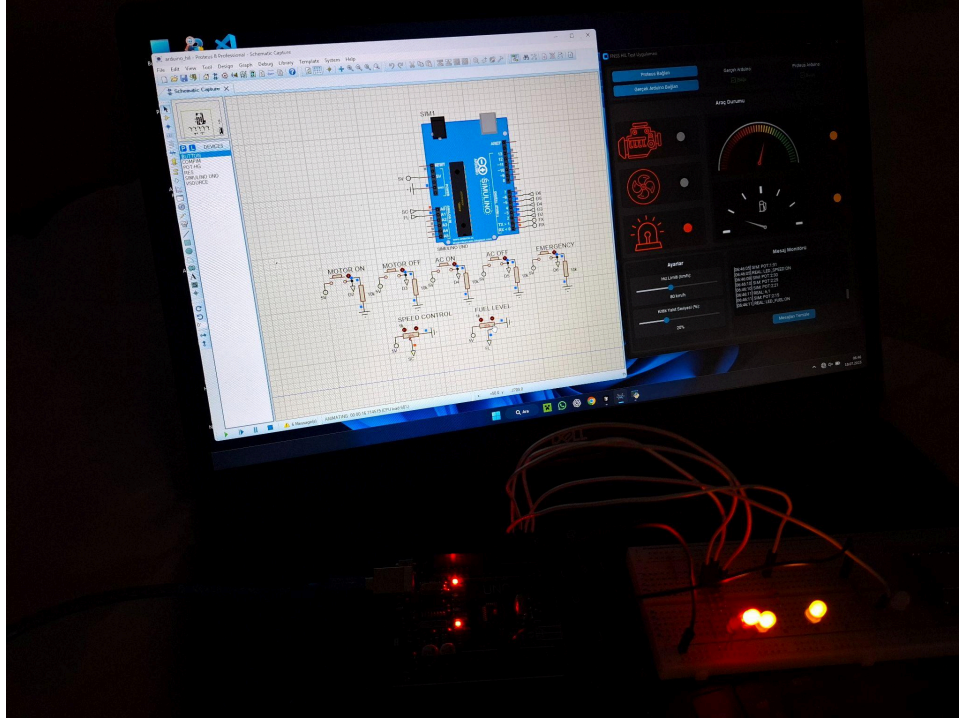

Fig.6 - Acil Durum, Yakıt Uyarısı ve Hız Uyarısı Aktif
- Hız limiti aşıldıysa: Hız uyarı LED'i yanar (Fig.6)
- Yakıt seviyesi kritik altına düştüyse: Yakıt uyarı LED'i yanar (Fig.6)
- Potansiyometre 1: Hız kontrolünü temsil eder. Hız limiti GUI'den belirlenir. Aşılsa LED yanar. (Fig.6)
- Potansiyometre 2: Yakıt seviyesini temsil eder. Kritik eşik GUI'de belirlenir. Altına inerse LED yanar. (Fig.6)